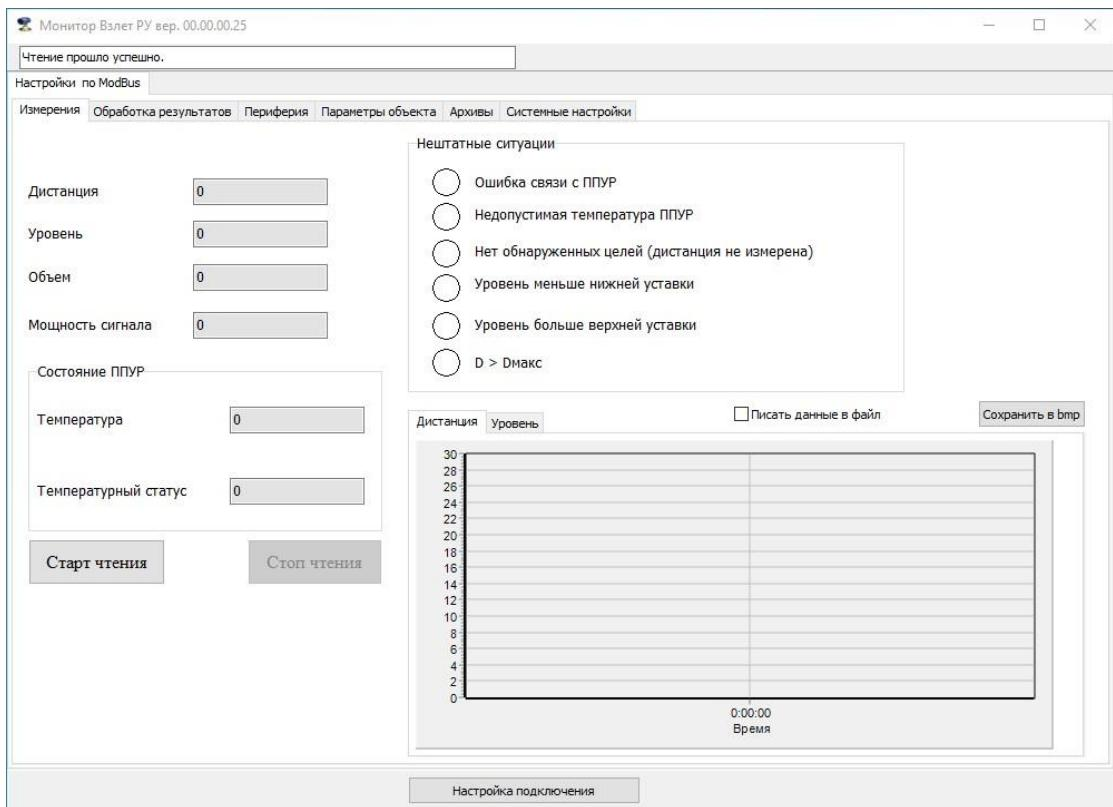

Рис.15 - Основное окно программы «Монитор Взлет РУ».
7.1.3 Нажать кнопку «**Подключение**». На мониторе ПК появится основное окно программы «Монитор Взлет РУ» (рис.15).